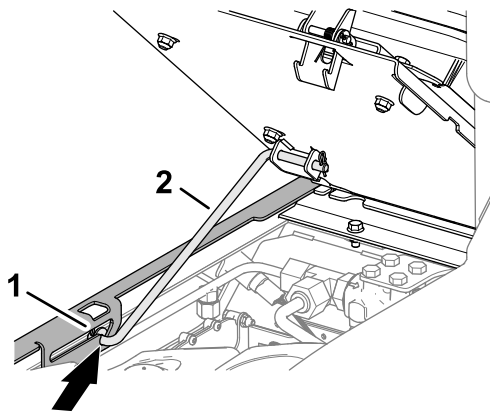

Рисунок 108
3. Проследите, чтобы передняя опорная стойка была установлена в углубление паза в опоре сиденья (Рисунок 108).